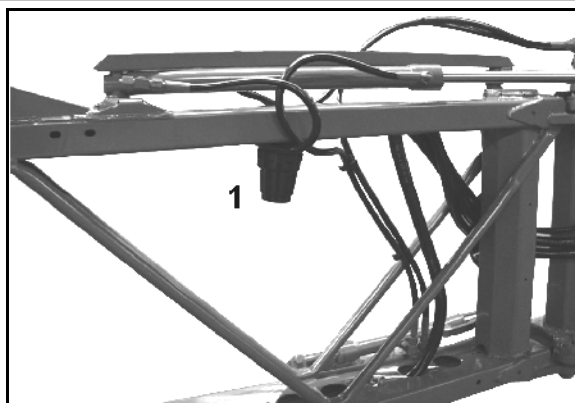

Рис. 178
- Очищайте линейный фильтр (Рис. 178/1) каждые 3-4 месяца в зависимости от условий эксплуатации.